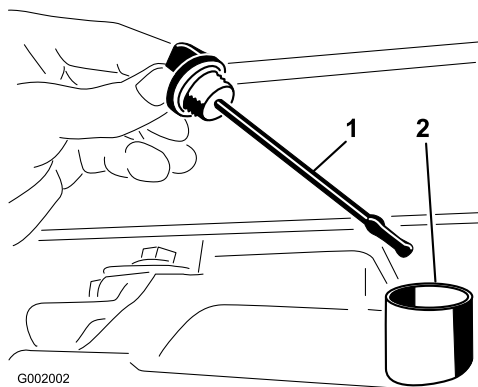

Figure 65
2. Retirez la jauge de la boîte-pont et essuyez-la sur un chiffon propre (Figure 65).